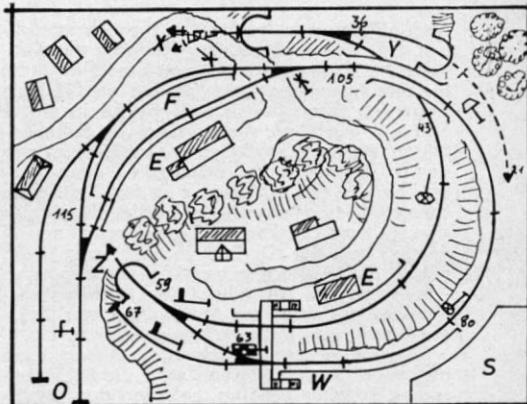

Abb. 1. Obere (sichtbare) Ebene. Zeichnungsmaßstab für H0 = 1 : 20, für TT = 1 : 15, für N = 1 : 10.
Abb. 1. Die aus einer P 8 entstandene Tenderlok der Baureihe 78¹⁰. Da die Lok jedoch keine seitlichen Wasserkästen erhalten hat, wirkt sie eigentlich doch noch nicht so recht als Tenderlok.
Ein Beispiel dafür ist die P 8, die in einigen wenigen Stücken zu Tenderlokomotiven der Baureihe 78¹⁰ umgemodelt wurde (Abb. 1). Sie sind dadurch für den Einsatz auf Kurzstrecken (ohne Wendemöglichkeit in den Endstationen) besser geeignet und halfen so, einen gewissen Mangel an leistungsfähigen, schnellen Tenderlokomotiven zu überbrücken. Begünstigt wurde
Abb. 1. Unmaßstäblicher Lageplan der gesamten Wagenwaschanlage. A ist das Eingangsportal (Abb. 2 und 3), bei dessen Durchfahren die Triebwagen „eingeseift“ werden. B sind die Dach-Reinigungswalzen (Abb. 6 u. 8), C sind die Seitenwand-Reinigungswalzen (Abb. 7 u. 9) und D ist die Absprühseinrichtung (Abb. 10-12) zur Schlußreinigung.
In dem Portal (A) (Abb. 1, 2 und 3) wird der Zug „eingeseift“; dem Fahrzeugprofil genau entsprechende bewegliche Verkleidungen schützen die Umgebung vor den Spritzern der Waschlauge. Während der Wagen danach weiter durch die Anlage fährt, gehen im Wageninneren vier Männer an die Arbeit, um auch die Abteile auf Hochglanz zu bringen.
Nachdem wir Ihnen im letzten Heft ein paar Kostproben von eng gekuppelten D-Zugwagenmodellen vorgesetzt haben (D-Zug bzw. Schnellzug im weitesten Sinn' als Sammelbegriff für längere Vierachser mit Gummiwulstattrappen), wollen wir diesmal nicht nur Ihren etwaigen Appetit noch mehr steigern, sondern auch noch die Zusammenhänge etwas näher beleuchten. Abb. 1 soll Ihnen nochmals vor Augen führen, Welch' herrlich geschlossene Zugeinheit mit den Märklin-Wagen Nr. 4043 zu erzielen ist, und wer nicht glaubt, daß dieser anstandslos den Standard-Radius von 360 mm einschließlich S-Kurven durchfährt - geschoben und gezogen - dem steht es frei, unsere Behauptung höchstpersönlich zu überprüfen.
Abb. 1. Noch enger geht's nicht mehr! Der Abstand zwischen den einzelnen Wagen beträgt knapp etwas mehr als 1 mm und dabei können anstandslos die Märklin-Gleisbögen 5100 und S-Kurven (wohlbemerkt: aber nur mit einer halben Zwischen-Geraden!) befahren werden. Bei einem so engen Abstand sind allerdings die Abschrägungen der Wulste im Sinne der Abb. 6 sehr genau vorzunehmen (s. Abb. 13!) und außerdem die Wulstimitationen auf genau senkrechten Sitz zu überprüfen (gegebenenfalls entsprechend befeilen!).